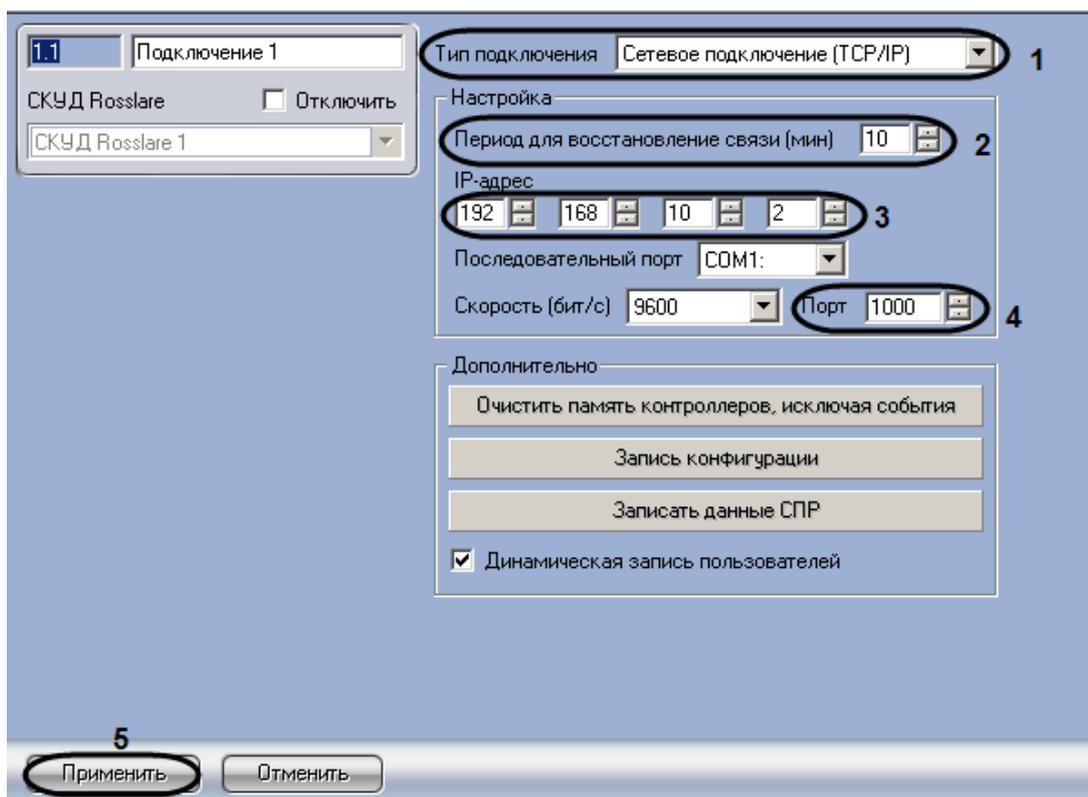

Рис. 3.3—3 Панель настроек подключения СКУД Rosslare через TCI/IP соединение
1. Перейти на панель настроек объекта **Подключение** (Рис. 3.3—3).
2. Из раскрывающегося списка **Тип подключения** выбрать связь через TCI/IP-соединение (см. Рис. 3.3—3, 1).
3. В поле **Период для восстановления связи (мин)** установить с помощью кнопок **вверх-вниз** время в минутах, в течение которого будут предприняты попытки восстановления связи с Сервером *Интеллект* (см. Рис. 3.3—3, 2).
4. В поле **IP-адрес** установить с помощью кнопок **вверх-вниз** IP-адрес подключения *СКУД Rosslare* (см. Рис. 3.3—3, 3).
5. В поле **Порт** с помощью кнопок **вверх-вниз** установить номер порта подключения *СКУД Rosslare* (см. Рис. 3.3—3, 4).
6. Для сохранения внесенных изменений нажать кнопку **Применить** (см. Рис. 3.3—3, 5).